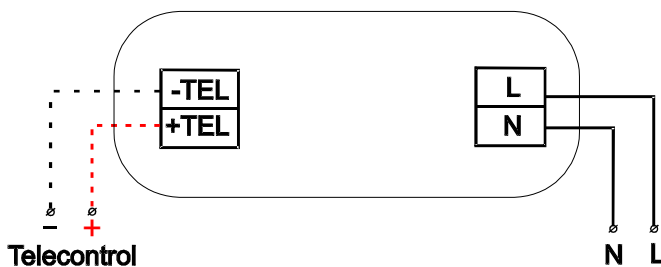

Рис.1.
- 3.3 Присоедините провода питания к 2-ум клеммам L и N (см. рис.1).
- 3.4 В случае использования устройства TELECONTROL, оно подключается к клеммам «+» и «-» с маркированных надписью TEL или Telemando. При подключении необходимо соблюдать полярность, сечение провода 0,5-1,0 мм2 (см. рис.1).